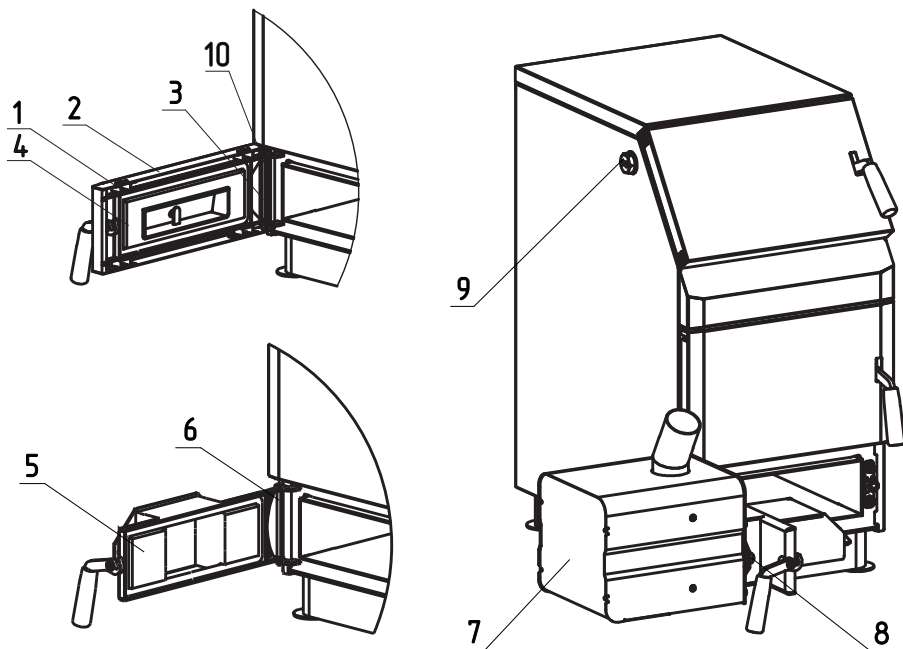
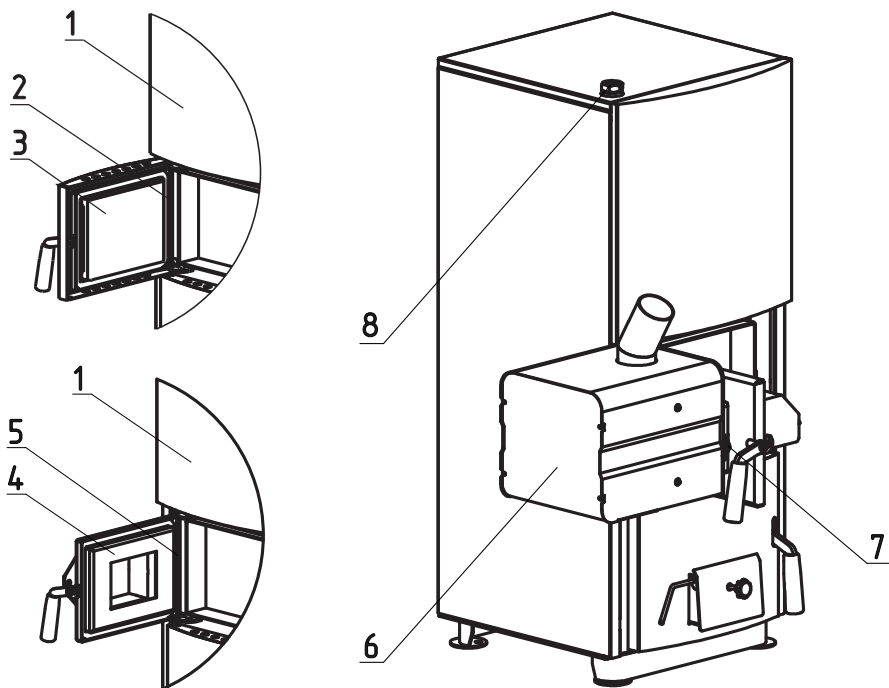

Рис. 7 Порядок установки двери на твердотопливные котлы ZOTA Master 14, 20; Тополь-М 14, 20, 30, 42, 60, 80; Тополь ВК 16, 22, 32
Рис. 8 Порядок установки двери на твердотопливные котлы ZOTA Mix 20 и ZOTA Mix 31,5
- Открутите 4 самореза (Рис.7, поз.1), откиньте обшивку дверцы (Рис.7, поз.2), снимите стопорную шайбу (Рис.7, поз.10) извлеките ось (Рис.7, поз.3) и снимите дверцу зольную (Рис.7, поз.4).
- Далее установите адаптер горелки (Рис.7, поз.5) и зафиксируйте его осью (Рис.7, поз.6).
- Установите горелку (Рис.7, поз.7) на котел и зафиксируйте её гайками (Рис.8, поз.8).
- Для установки гильзы под датчики температуры и перегрева снимите пробку или тягорегулятор (если установлен) и установите гильзу (Рис.7, поз. 9) в освободившееся отверстие.
- Снимите панель (Рис.8, поз.1), извлеките ось (Рис.8, поз.2) и снимите дверцу загрузочную (Рис.8, поз.3).
- Далее установите адаптер горелки (Рис.8, поз.4) и зафиксируйте его осью (Рис.8, поз.5). Затем установите на место панель (Рис.8, поз.1).
- Установите горелку (Рис.8, поз.6) на котел и зафиксируйте ее гайками (Рис.8, поз.7).
- Для установки гильзы под датчики температуры и перегрева снимите пробку или тягорегулятор (если установлен) и установите гильзу (Рис. 8, поз. 8) в освободившееся отверстие.